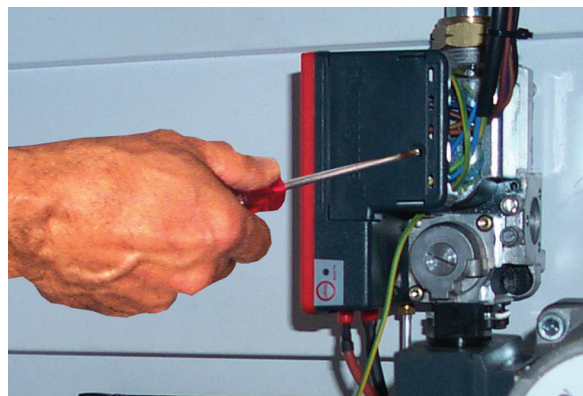

fig. 7
2. Демонтируйте электронный блок управления газовым клапаном (рис. 7);